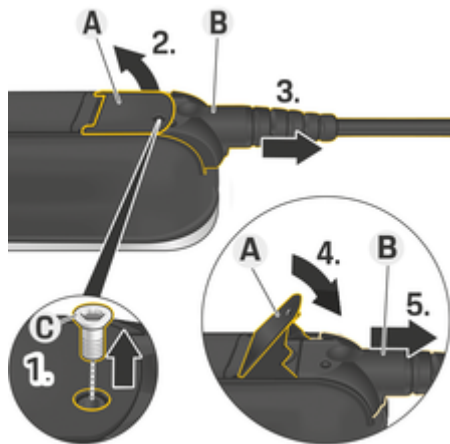

Рис. 15: Отсоединить кабель
1. Выкрутите винт **С** (Рис. 15) с помощью подходящего инструмента.
2. Поднимите рычаг **А** (Рис. 15).
3. Извлеките штекер **В** (Рис. 15) до появления первого сопротивления.
4. Опустите рычаг **А** (Рис. 15).
5. Полностью извлеките штекер **В** (Рис. 15).